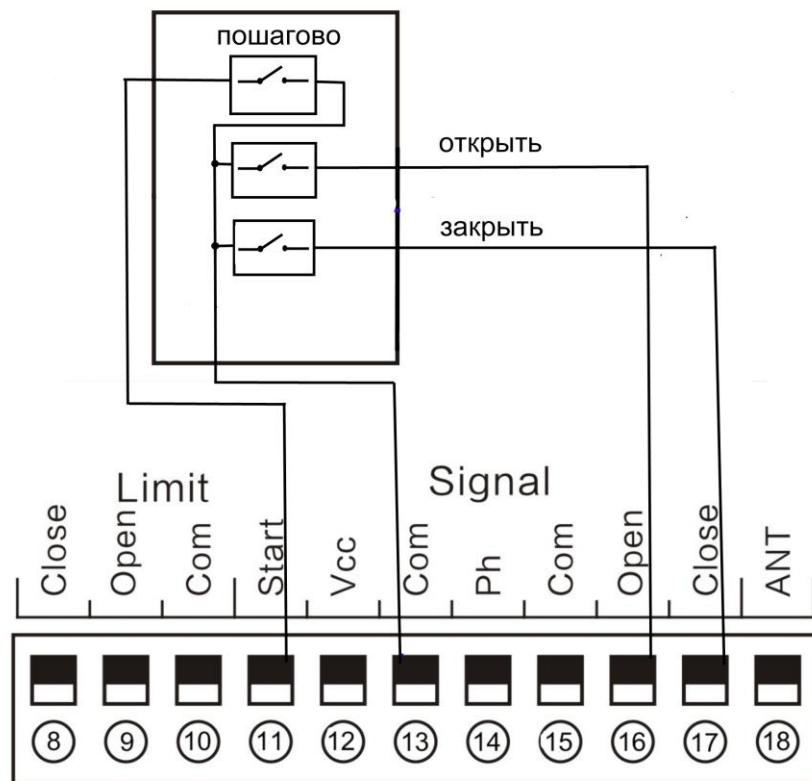

Рисунок12
14.5 Подключение кнопки управления. (смотрите рисунок 12)